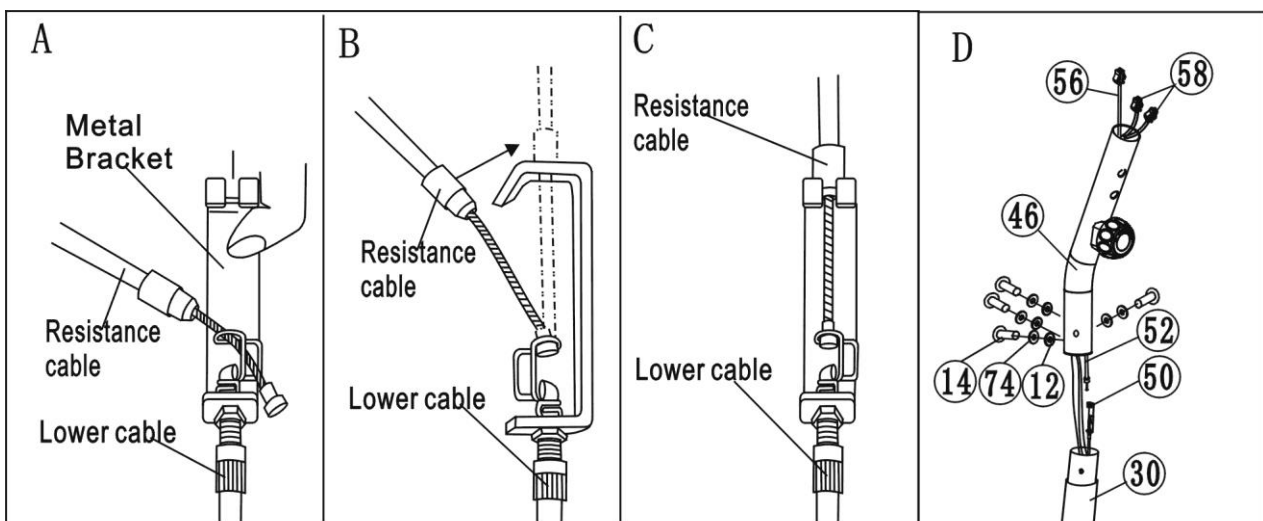

Figure 3
Puneți capatul cablului de rezistență (resistance cable) din controlerul de rezistență (52) carligul de pe cablul de reglare rezistență (lower cable) (50) exact cum se vede în poza A din figure 3.
Trageți cablul de rezistență (resistance cable) (52) și introduceți-l în suportul de metalic (metal bracket) al cablului de reglare rezistență (50) exact cum se vede în poza B din figure 3.
Când cablul din controlerul de rezistență (52) este conectat corect cu cablul de reglare de rezistență (50) trebuie să arate ca în poza C din figure 3.
Introduceți tubul frontal (46) în tubul de pe cadrul principal (30) și securizați-l cu 4 bolturi (14), 4 șaibe elastice $\varphi 8$ (74) și 4 șaibe ondulate (12). Vedeti poza D din figure 3.